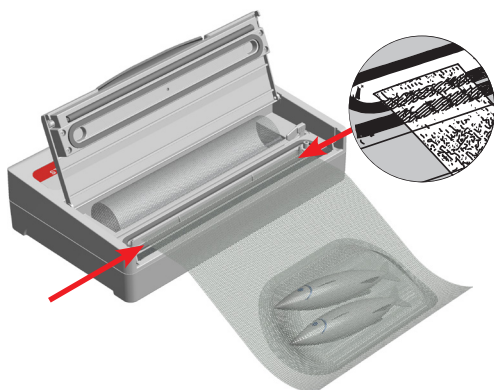

Figure 6: Pour la mise sous vide, le sac doit être placé dans le milieu de la chambre d'aspiration (entre les 2 parties du joint en mousse noire).
9.	Réglette amovible de récupération des liquides. Pendant l'emballage sous vide, le bord du sachet doit être positionné entre les deux joints d'étanchéité (figure 6). En cas mauvaise utilisation de la machine, si un excès de liquide s'échappe du sac, le voyant "liquide" s'allume et la mise sous vide s'arrête immédiatement. Vous pouvez en lire plus à ce sujet dans le chapitre 2.2.3.